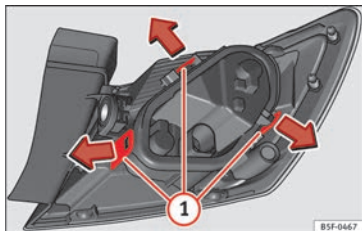

Fig. 113 Languettes de fixation au dos du feu arrière.
- Démontez le porte-ampoule » **fig. 113** en déverrouillant les languettes de fixation ①.